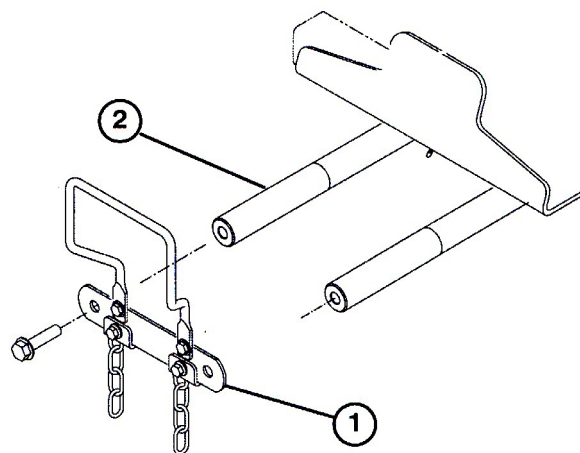

図 8
1. 昇降アームのピボット・シャフト・リンクとピボット・シャフトを分離 (キャップスクリュー 2 個を外す) する。とりはずしたリンクとキャップスクリューは保管する (図 8)。